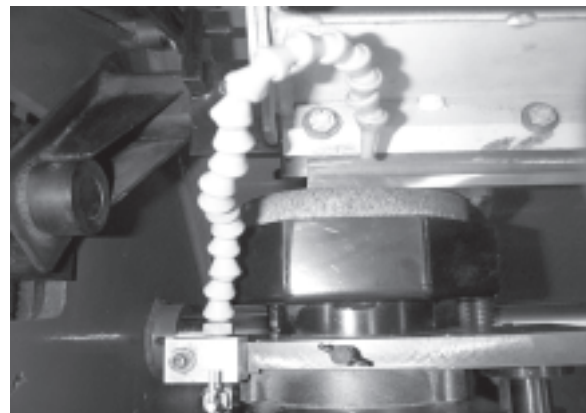

FIG. 29
**NOTA:** El área de la rueda de rectificar que hace contacto con la cuchilla de base está en el lado izquierdo de la rueda. Cuando rectifique el fin izquierdo de la cuchilla de base, el área de la rueda que no hace contacto con la cuchilla de base seguirá sobre la cuchilla de base. Vea FIG. 29. Cuando usted va al fin derecho de la rectificadora, la rueda corre completamente fuera de la cuchilla de base.